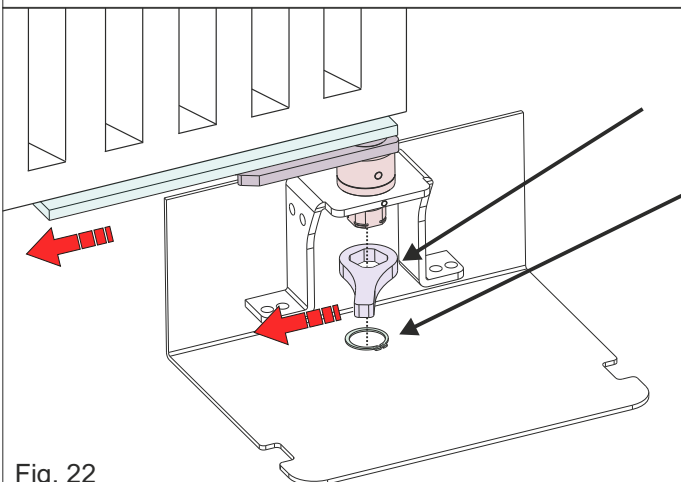
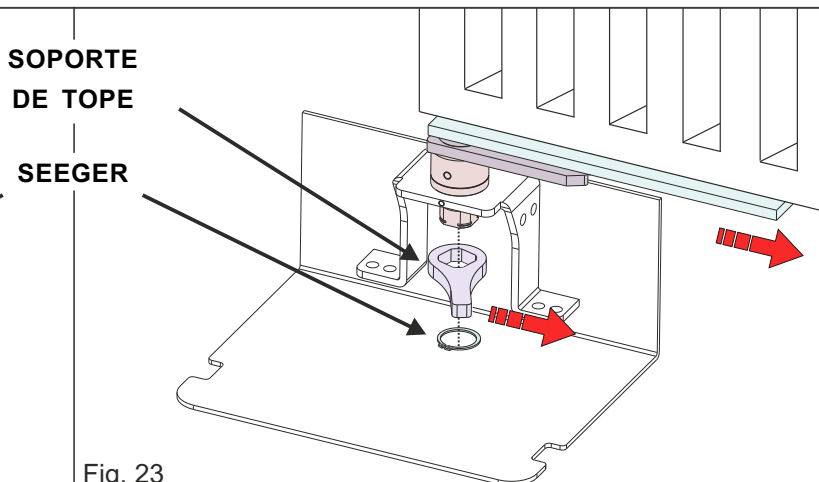

Fig. 22
Fig. 23
6.1. Insertar el soporte de tope en el eje, ***asegurándose de insertarlo en la misma dirección en la que está orientada la varilla de soporte de la hoja***, luego bloquéelo con el seeger (Fig.22 y Fig.23)
Por lo tanto, para el montaje, consulte las instrucciones del **capítulo 6**, asegurándose de montar el soporte de tope y el imán en la dirección correcta (**en la misma dirección en la que está orientada la varilla de soporte de la hoja**). Ver Fig.22 y Fig 23